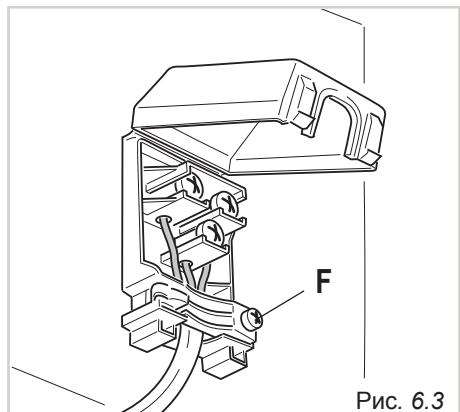

Рис. 6.3
- Откройтесь сальниковое уплотнение кабеля, отвинтив винт «F» (Рис. 6.3), открутите винт, скрепляющий зажим и извлеките кабель.